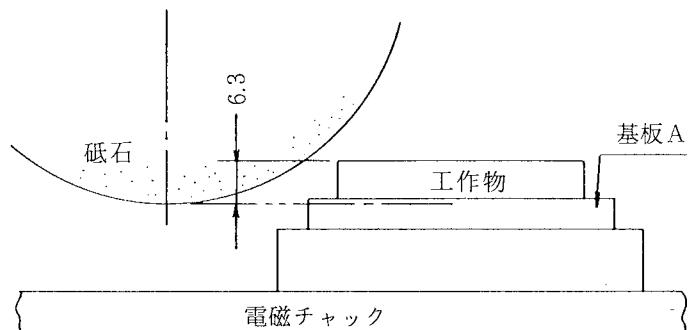

図 3-18
② 切込みをする。
- 課題の材料高さ 6 mm の切断に対して砥石の先端が、基板 A に少しくい込むようにして、 $6 + 0.3 = 6.3$ mm 位の切込みとする。(図 3-18)
③ 砥石を工作物の左端面に近づける。
④ 研削液が研削部分に十分供給されるように注水ノズルの位置を調整する。
⑤ 操作パネルの研削モード切換スイッチを〔クリープ〕に設定する。
⑥ 通電の出力切換スイッチを〔逆〕に入れ、出力電圧計を見ながら電圧調整つまみを回して電圧の設定をする。
⑦ 研削液を注水する。
⑧ テーブルスタートスイッチを〔左行〕にし、テーブル送りをスタートさせる。
⑨ テーブル送り速度計を見ながら、速度調整ボリュームで送り速度を設定する。
⑩ テーブルが停止したら、通電出力を〔切〕にする。